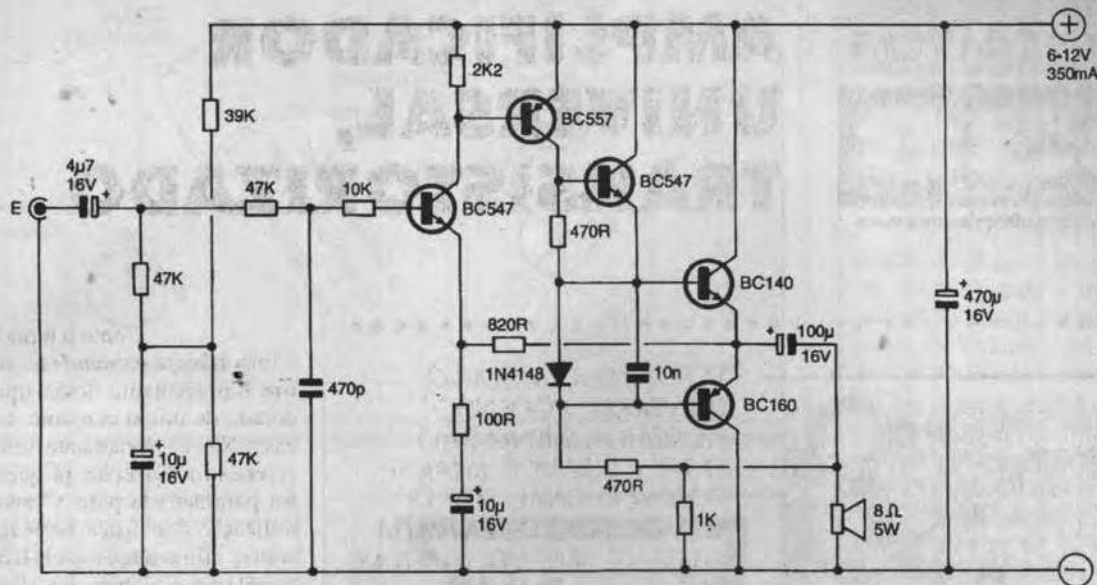

Fig.1
- FIG. 1 - DIAGRAMA ESQUEMÁTICO DO CIRCUITO - O arranjo é apenas *aparentemente* convencional, com sua estrutura de saída em par complementar de transistores (BC140/BC160) capaz de manejar até cerca de 2 watts (são BC de corpo metálico, um pouco mais *potentes* do que os comuns, de corpo em *epoxy*...). O uso de *três* transistores de pequena potência e alto ganho, na pré-amplificação